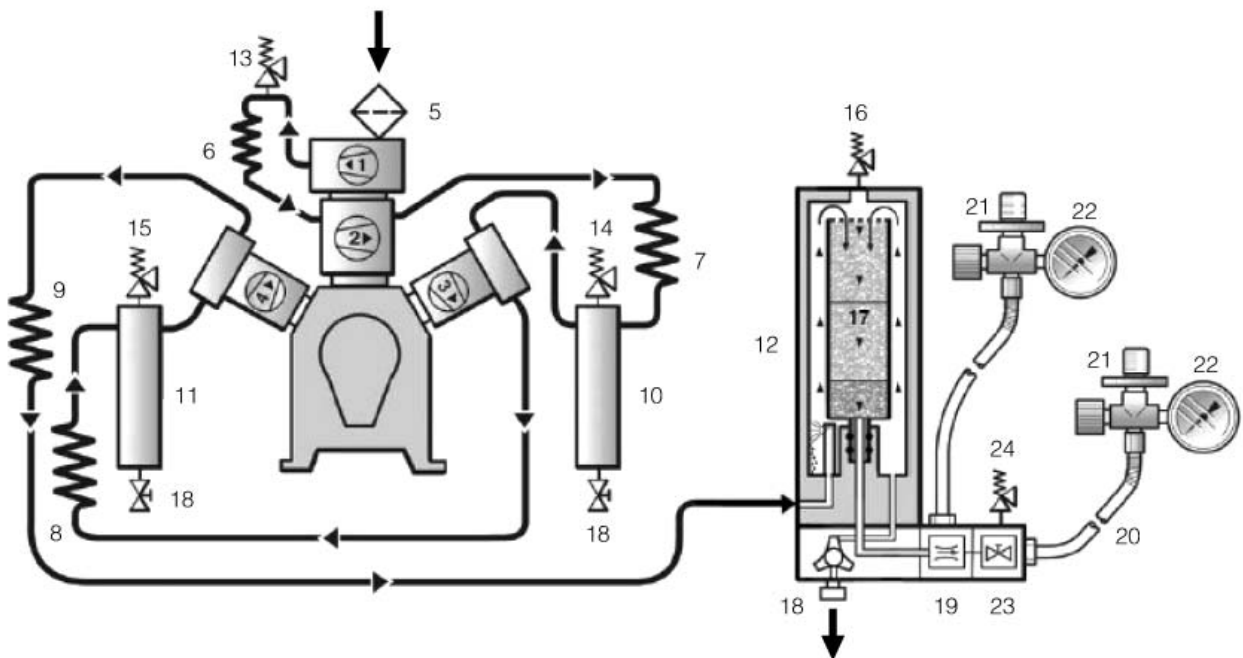

图 5 P31过滤系统气体流向图
功能：图5显示了压缩机的操作原理
操作模式见图5，气体流向图。
参照图5，空气从进入开始，经过空气过滤系统及滤芯(5) 隔除尘埃，然后，通过气缸(1, 2, 3,)进行压缩，从而达到设定的最终气压；其间，压缩空气在经过中间冷却管(6, 7, 8)及终级冷却管(9)时，得到冷却降温。每一级的压力都受到安全阀(13, 14, 15, 16)的限制和保护。